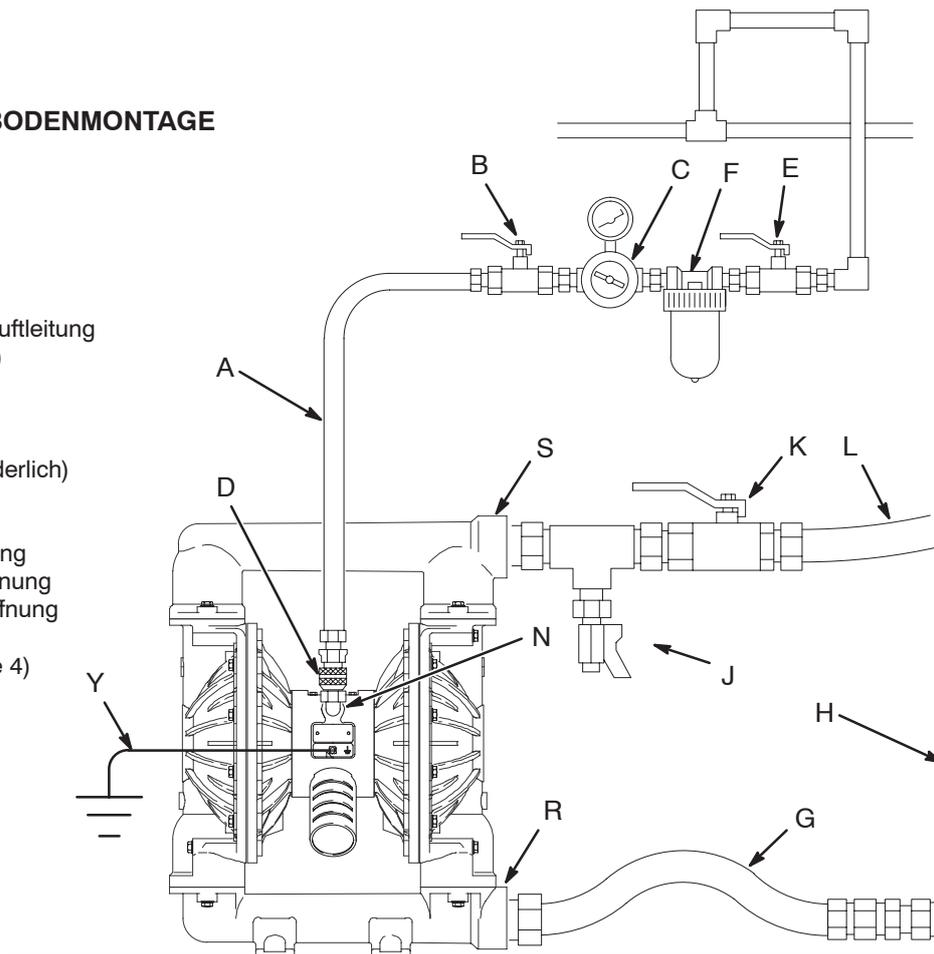

Abb. 2
- Die in Abb. 2 gezeigte typische Installation stellt nur eine Richtlinie zu Auswahl und Installation von Anlagenbauteilen dar. Wenden Sie sich bei der Planung einer Anlage entsprechend den Anforderungen an den Graco-Händler oder an die Technische Abteilung von Graco.
In der Anlage ist ein Lufthahn (B) mit Entlastungsbohrung erforderlich, um zwischen diesem Ventil und der Pumpe eingeschlossene Luft abzulassen. Eingeschlossene Luft kann zu unerwartetem Anlaufen der Pumpe führen, was schwere Verletzungen zur Folge haben könnte, einschließlich Spritzern in die Augen oder auf die Haut, Verletzungen durch bewegliche Teile oder Vergiftung durch gefährliche Materialien. Siehe Abb. 2.
1. Die Zubehörteile der Luftleitung einbauen, wie in Abb. 2 gezeigt. Diese Zubehörteile an der Wand oder einer Halterung montieren. Sicherstellen, dass die Luftzuleitung zu den Zubehörteilen geerdet ist.
- a. Zur Steuerung des Materialdrucks einen Luftregler (C) mit Anzeige einbauen. Der Material-Ausgangsdruck ist der gleiche wie die Einstellung des Luftreglers.
- b. Bauen Sie einen Lufthahn mit Entlastungsbohrung (B) in Pumpennähe ein und verwenden Sie ihn zum Ablassen eingeschlossener Luft. Siehe **ACHTUNG** oben. Bauen Sie den anderen Lufthahn (E) vor allen Zubehörteilen in die Luftleitung ein und verwenden Sie ihn während Reinigung und Reparaturen.
- c. Der Luftfilter (F) entfernt schädlichen Schmutz und Feuchtigkeit aus der Versorgungsdruckluft.
2. Zwischen dem Zubehör und der Lufteinlassöffnung (N) von 1/2 NPT(I) in der Pumpe einen geerdeten, flexiblen Luftschlauch anschließen. Siehe Abb. 2. Einen Luftschlauch von mindestens 13 mm ID verwenden. Eine Luftschlauch-Schnelltrennkupplung (D) an das Ende des Luftschlauchs (A) anschrauben und das passende Anschlussstück satt in die Lufteinlassöffnung in der Pumpe einschrauben. Die Kupplung (D) erst dann an das Anschlussstück anschließen, wenn Sie zum Betrieb der Pumpe bereit sind.
Es ist ein Druckentlastungsventil (J) erforderlich, um den Druck im Schlauch im angeschlossenen Zustand zu entlasten. Dieses Ventil verringert die Gefahr schwerer Verletzungen beim Druckentlasten, einschließlich Spritzern in die Augen oder auf die Haut oder Vergiftung durch gefährliche Materialien. Das Ventil in der Nähe der Materialauslassöffnung an der Pumpe einbauen. Siehe Abb. 2.
1. **Verwenden Sie geerdete Flüssigkeitsschläuche (L).** Die Flüssigkeits-Auslassöffnung in der Pumpe (S) ist 2" NPT(I). Das Anschlussstück der Flüssigkeitsleitung fest in die Auslassöffnung in der Pumpe einschrauben.
2. In der Nähe der Material-Auslassöffnung ein Materialablassventil (J) einbauen. Siehe **ACHTUNG** oben.
3. In die Materialauslassleitung ein Startventil (K) einbauen.
4. Das Ende des Materialschlauchs (L) in einen geeigneten Behälter geben.
5. Das Materialablassventil (J) schließen. Siehe Abb. 2.
6. Bei geschlossenem Druckluftregler (C) alle entlüftbaren Hauptluftventile (B, E) öffnen.
8. Den Luftregler (C) langsam öffnen, bis die Pumpe zu laufen beginnt. Die Pumpe langsam laufen lassen, bis alle Luft aus den Leitungen ausgetreten ist und die Pumpe und Leitungen gefüllt sind.
1. Abb. 2 und Teilezeichnungen. Führen Sie die Schritte 1 bis 7 des Abschnitts **Starten und Einstellen der Pumpe** aus.
2. Den Luftregler (C) öffnen.